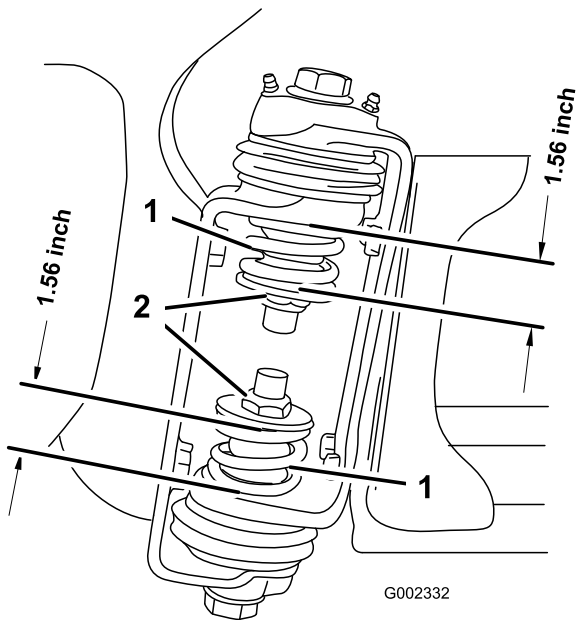

Figura 39
3. En la articulación del brazo, mida la compresión de los muelles superior e inferior, con los brazos en posición extendida (Figura 39).